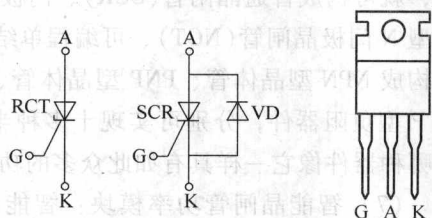

图 2-9 逆导晶闸管的电路图形符号与等效电路
(3) 温控晶闸管：温控晶闸管是一种新型温度敏感开关器件，其结构与普通晶闸管的结构相似，也是由 PNP 半导体材料制成的三端器件，但在制作时，温控晶闸管中间的 PN 结中注入了对温度极为敏感的成分，因此改变环境温度，即可改变其特性曲线。
(4) 逆导晶闸管：逆导晶闸管又称反向导通晶闸管，简称 RCT (Reverse-Conducting Triode Thyristir)，其特点是在晶闸管的阳极 A 与阴极 K 之间反向并联一只二极管 (电路图形符号和等效电路见图 2-9)，使阳极与阴极的发射结均呈短路状态。